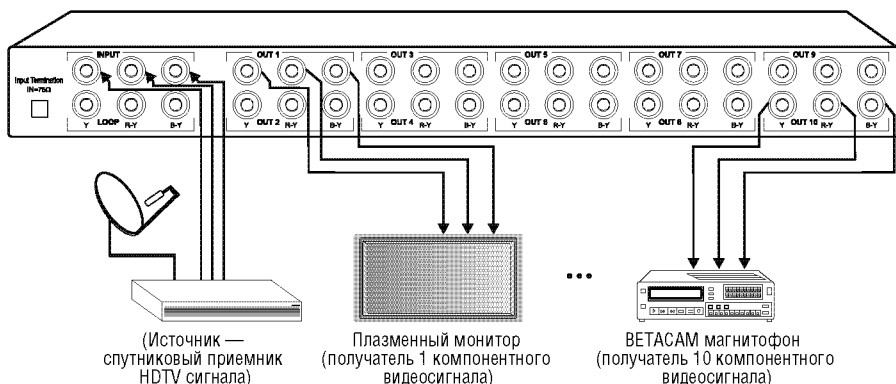

Рис. 3. Подключение прибора VM-100C
4. Подключить шнур электропитания³ (на рис. 3 не показан).